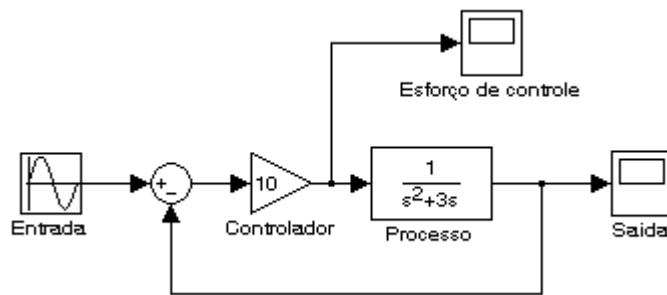

Figura 8.14: Sistema da atividade 8.2 c)
- c) Obtenha o valor aproximado do ganho do sistema da figura 8.14 para um sinal de entrada senoidal de 5 rad/s.